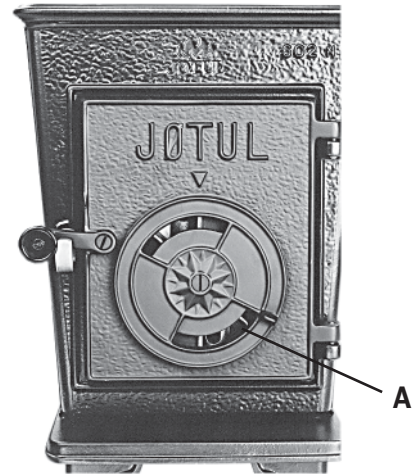

Fig. 3
2. Leg de kartonnen verpakking op de vloer en leg daar de haard voorzichtig op de zijkant op. Bevestig de vier poten met behulp van schroeven en ringen (**afb. 3**).